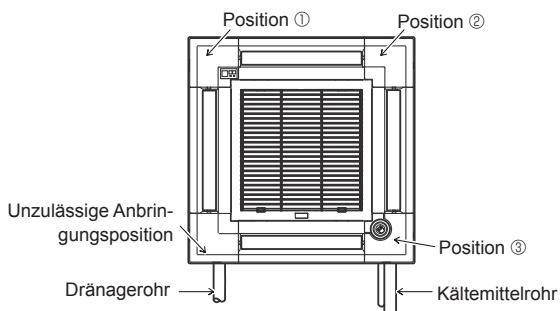

Fig. 7-11
Die Eckplatte des Signalempfängers kann nicht auf der Dränagerohrseite für das Hauptgerät angebracht werden. (Siehe Fig. 7-11)
- Die Eckplatte des i-see-Sensors sollte mit Schraube ③ am Gitter ① befestigt werden.
- \* Wenn die Position des i-see-Sensors aus der Standardposition (Position ③) geändert wurde, müssen auch die Funktionseinstellungen geändert werden. (Fig. 7-11)
- Die Eckplatte des i-See-Sensors kann nicht auf der Dränagerohrseite für das Hauptgerät angebracht werden. (Siehe Fig. 7-11)